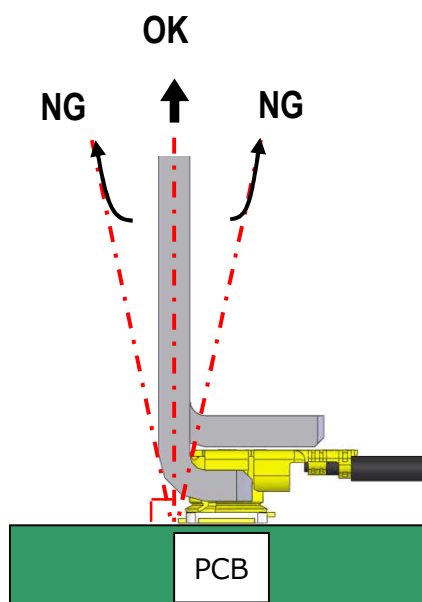

Fig. 10
- ・治具は必ず基板と垂直に引き上げてください。(Fig.10)